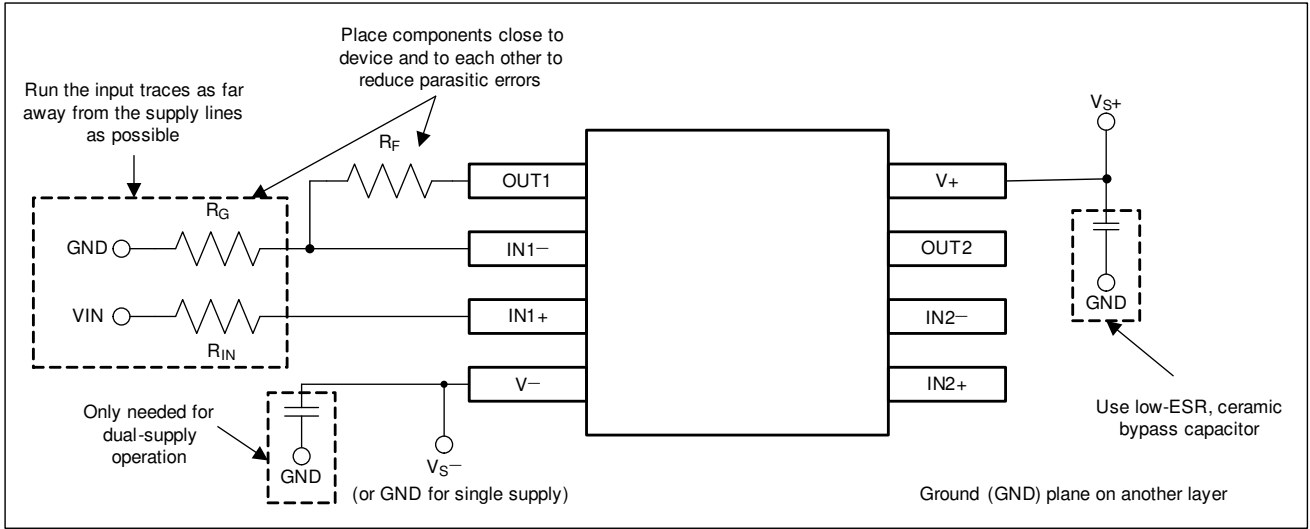

图 8-3. 同相配置的运算放大器电路板布局
- 外部元件应尽量靠近器件放置。使 R_F 和 R_G 接近反相输入可最大限度地减小寄生电容 (如图 8-3 所示) 。